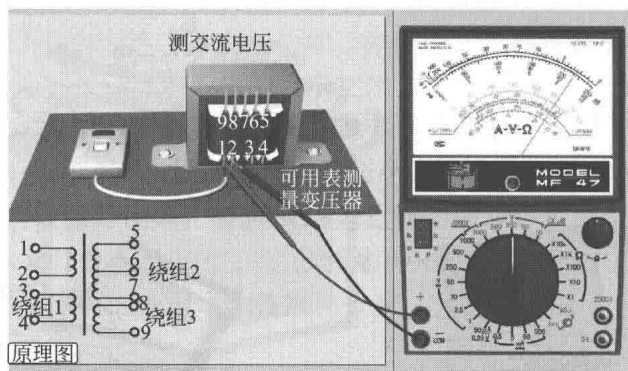

图 1-7 检测交流电压
④ 读数 仔细观察表盘，直流电压挡刻度线是第二条刻度线，用 10V 挡时，可用刻度线下第三行数字直接读出被测电压值。注意读数时，视线应正对指针。根据示数大小及所选量程读出所测电压值大小。本次测量所选量程是 10V，示数是 6.8（用 0~10 标度尺），则该所测电压值是 $10/10 \times 6.8 = 6.8 \text{ V}$ 。
(3) 测量交流电压
① 选择挡位 将万用表的红黑表笔连接到万用表的表笔插孔中，将转换开关转到对应的交流电压最高挡位。
② 选择量程 若不清楚电压大小，应先用最高电压挡测量，图 1-7 电路中测量变压器输入市电电压，所以应选用 250V 挡。
③ 测量 万用表测电压时应使万用表与被测电路相并联，打开电源开关，然后将红、黑表笔放在变压器输入端 1、2 测试点，测量交流电压，如图 1-7 所示。